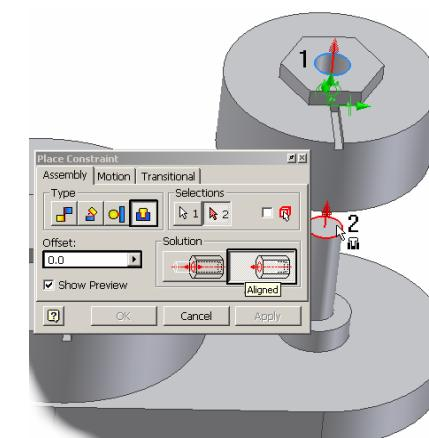
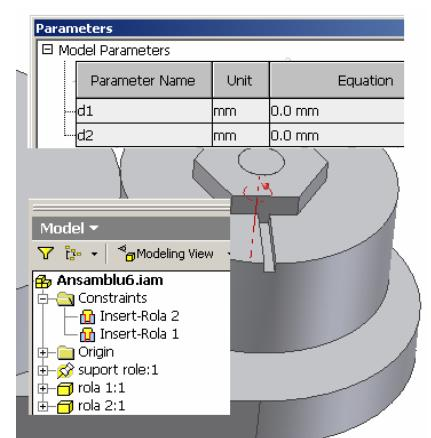

Figura 3.6.7.
Figura 3.6.8.
- aliniere **Type - Insert, Solution - Aligned, Offset = 0** cilindru $\Phi 4$ Rola 2 cu cilindru $\Phi 4$ coloana stângă **suport role** – lansare comandă **Constraint**, click punctul 1, click punctul 2, butonul **Apply**, figura 3.6.7, cu rezultatul din figura 3.6.8. În urma operației, dacă se puntează icoana **Parameters** din panelul **Part Features**, va apărea fereastra **Parameters**, figura 3.6.8, care conține parametrii dimensionali creați de Autodesk Inventor. Mărimea „**d2**” corespunde variabilei ce memorează distanța **Offset = 0** impusă prin constrângere. De asemenea panelul **Browser Bar**, afișat în modul **Modeling View**, este completat cu intrarea **Insert**, care se va redenumi **Insert -Rola 2**. Prin această constrângere, numărul de grade de libertate ale rolei 2 s-a redus la unu, după cum indică săgeata circulară din figura 3.6.8. Mișcarea rolei 2 este limitată la rotația în jurul axei cilindrului pe direcția indicată de săgeată, ceea ce se poate verifica prin „agățarea” acestuia și deplasarea cursorului mouse.